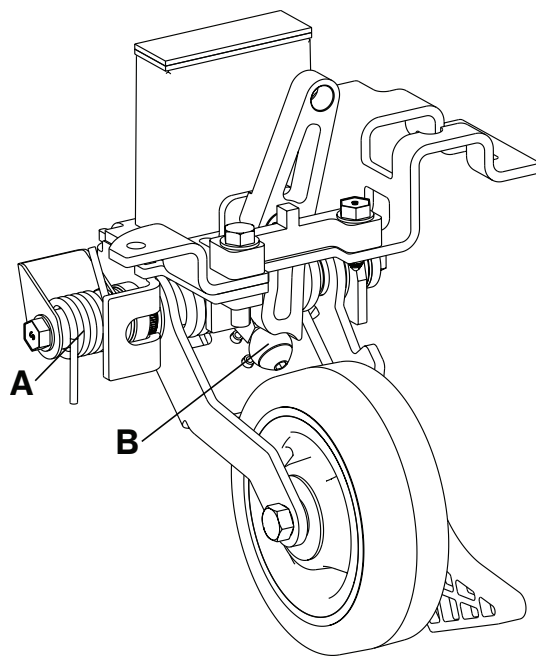

Figura 18 – Lubricación de la quinta rueda retráctil
3. Aplique grasa MPG-3 al muelle (A) y al rodillo (B) (Figura 18).